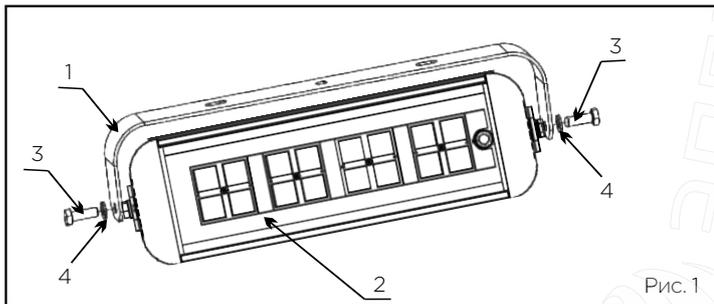

Рис. 1
Светильники FBL монтируются на стенах и потолках при помощи кронштейна FBL 5 (рис. 1).
1. Для монтажа и подключения светильника FBL к электрической сети необходимо (рис. 1):